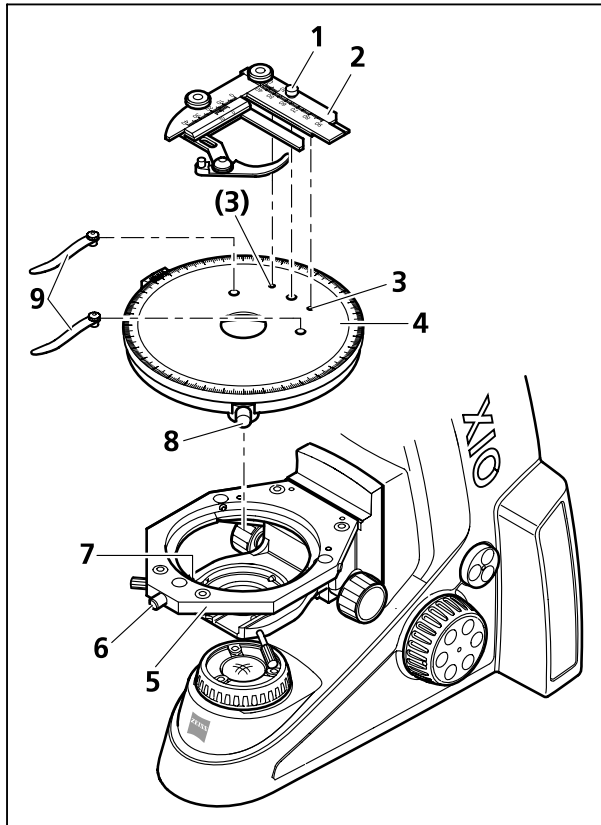

Bild 3-12 Drehtisch Pol mit Rastung, aufsetzbaren Objektführer Pol und Tischfedern wechseln
- Schraubkappe (Bild 3-12/6) des Federhauses mit ca. 3 Umdrehungen lösen.
- Drehtisch Pol (Bild 3-12/4) nach vorn gegen Federstift (Bild 3-12/7) drücken, hinten aus dem Tischträger (Bild 3-12/5) herausheben und nach oben abnehmen.
- Schraubkappe (Bild 3-12/6) wieder festschrauben.
- Ggf. Schraubkappe (Bild 3-12/6) des Federhauses mit ca. drei Umdrehungen lösen.
- Drehtisch Pol mit Kerbe der Ringschwalbe (Tischunterseite) an den Federstift (Bild 3-12/7) ansetzen.
- Drehtisch so montieren, dass die Klemmschraube (Bild 3-12/8) nach vorn rechts zeigt.
- Drehtisch Pol nach vorn gegen Federstift drücken und hinten in den Tischträger (Bild 3-12/5) absenken, dann loslassen.
- Rändelschraube (Bild 3-12/1) am Objektführer Pol lösen. Objektführer Pol (Bild 3-12/2) nach oben abnehmen.
- Federklemmen (Bild 3-12/9) in die dafür vorgesehenen Bohrungen einstecken.
- Federklemmen (Bild 3-12/9) vom Drehtisch Pol entfernen.
- Objektführer Pol (Bild 3-12/2) mit den beiden, an der Unterseite befindlichen Zylinderstiften in die entsprechenden Bohrungen (Bild 3-12/3) einsetzen und Klemmschraube (Bild 3-12/1) festziehen.